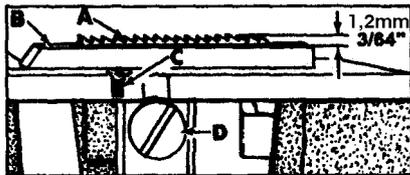

Fig. 10
Feed dog (A, Fig. 10) should be centered in throat plate (B) with equal clearance on all sides and ends with feed travel set to desired stitch length. At highest point of travel, tips of feed dog teeth should extend the depth of  $3/64$ " above throat plate and parallel to same. Screw (C) should be set to support feed dog after screw (D) has been loosened which secures feed dog in position.
Der Transporteur (A, Fig. 10) sollte mittig von allen Seiten in der Stichplatte (B) sein, wenn der Stoffvorschub auf die gewünschte Stichlänge eingestellt ist. Die Zahnspitzen sollten bei höchstem Transporthub  $3/64$ " = 1,2 mm über der Stichplatte und gleichzeitig parallel mit dieser sein. Stellen Sie die Schraube (C) so ein, dass die Transporteureinstellung erhalten bleibt, wenn die Schraube (D) gelockert wird.